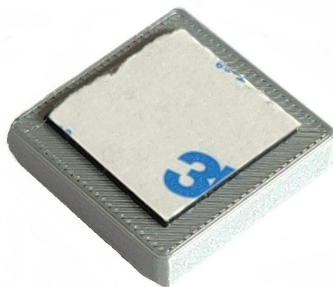

Abb. 8: Klebepad auf Spiegelplatte
- (10) Kleben Sie das **KLEBEPAD (20MM X 20MM)** auf der gegenüberliegenden Seite mittig auf die Spiegelplatte (Abbildung 8).